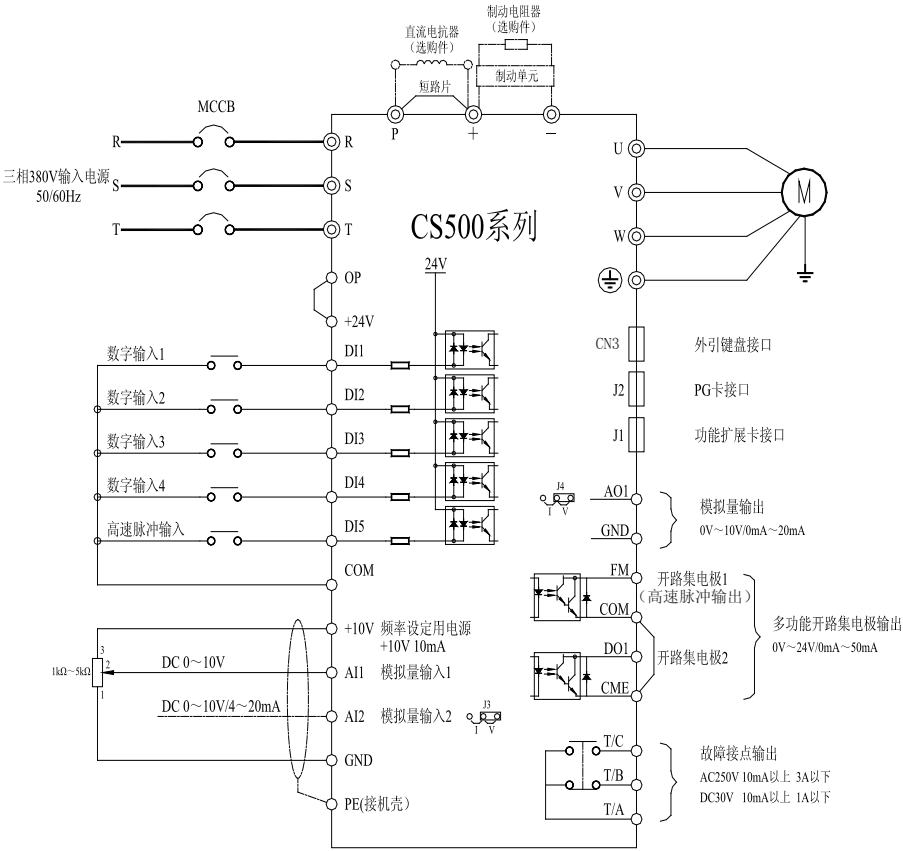

图3-4 三相CS500接线示意图
18.5kW以上CS500采用钣金外壳，钣金外壳下盖板的拆卸参见图3-4。可用工具直接将下盖板的螺丝拧松即可。